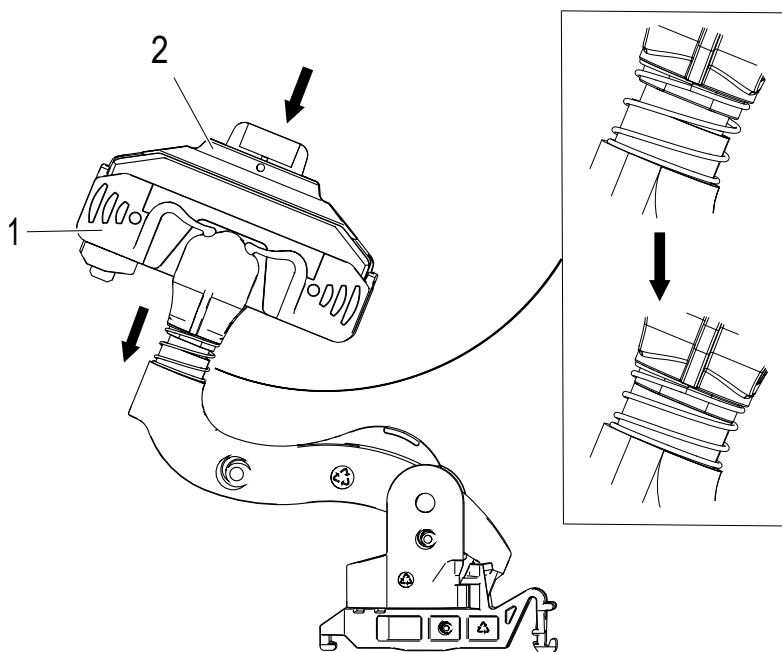

Abb. 189: Abnehmerkopf im Einbauzustand prüfen
- Wippe (1) auf Anschlag einfedern und halten (siehe Abb. 189).
- Die Leichtgängigkeit der Abdeckung (2) prüfen.
- Abdeckung (2) hineindrücken, sodass sie wieder selbstständig herausfedert (siehe Abb. 189)